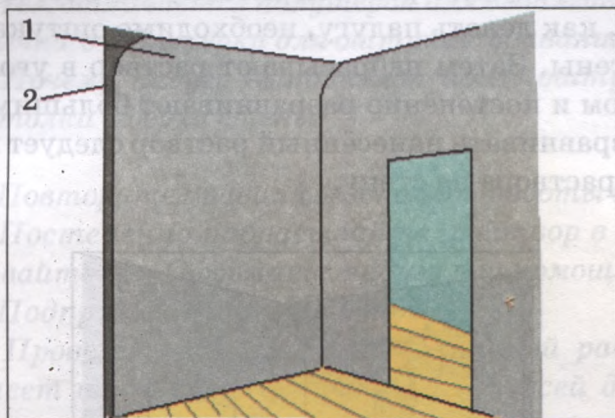

Рис. 31. Падуги:
**Па́дуга** (рис. 31) – это закругления угла между верхней части стены и потолком. Падуга создаёт переход от плоскости стены к потолку.